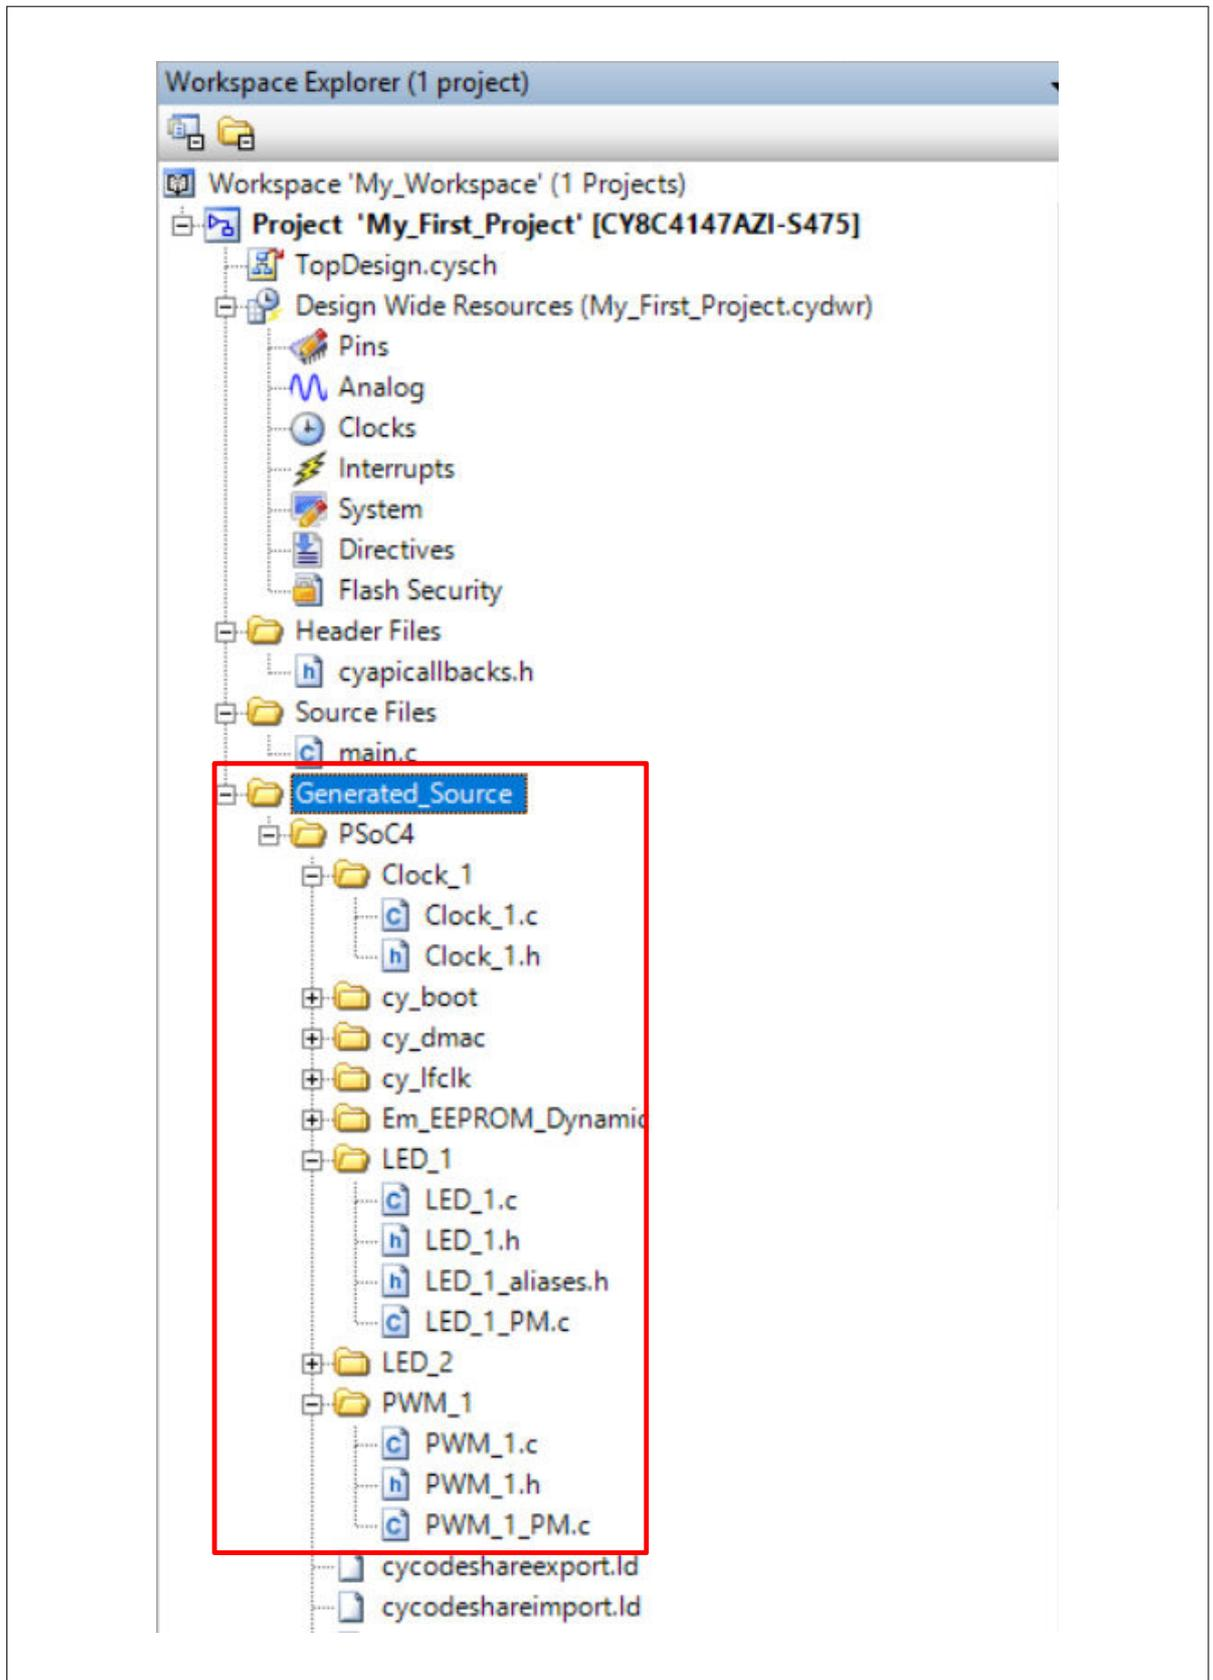

図 46 生成されたソース ファイル
13. ビルドメニューから **Build My_First_Project** を選択してください。図 46 に示すように、Workspace Explorer ウィンドウでは、PSOC™ Creator が PWM, クロック, およびデジタル出力ピンコンポーネントに対しソースコードファイルを自動的に生成することに注意してください。